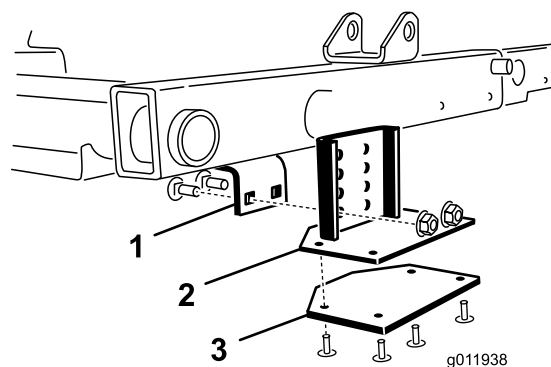

Figura 8
2. Localice el soporte del bastidor encima de la unidad de corte central (Figura 8).
3. Presione hacia abajo sobre el rodillo delantero de la unidad de corte central, y determine qué taladros del soporte basculante quedan alineados con los taladros del soporte del bastidor para obtener el mismo contacto del rodillo al instalarse el soporte basculante (Figura 8).
4. Baje las unidades de corte y monte el soporte basculante al bastidor con los 2 pernos y tuercas suministrados con el kit (Figura 8).